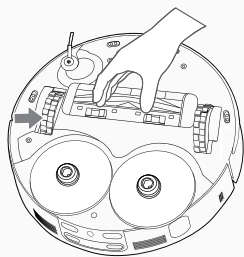

fig. 11
2. Appuyez sur les attaches de la semelle pour retirer le couvercle de l'agitateur. [fig. 11]